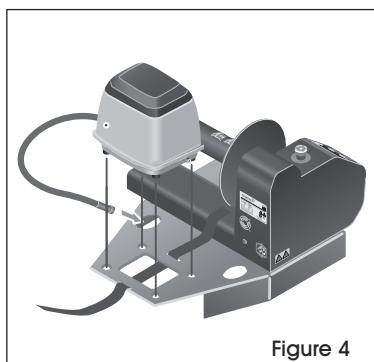

Figure 4
5. Enfilez la sangle autogrippante à travers les fentes du plateau métallique. (Voir Figure 4). Installez la pompe à air à l'arrière de l'appareil en alignant les pieds en caoutchouc de la pompe à air sur les trous de l'ensemble du plateau.